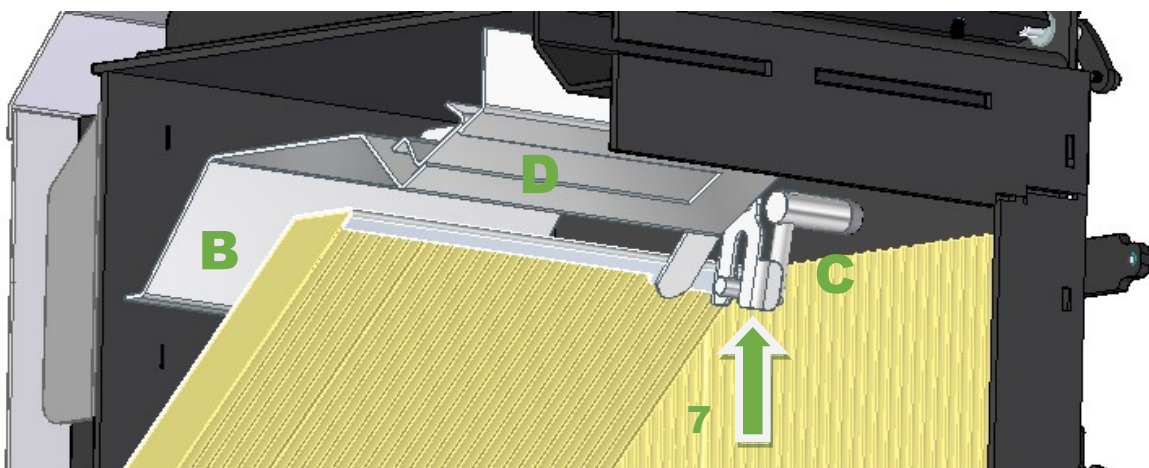

Figura 38 – Instalación del sistema de circuito de humos
3. Para volver a instalar el circuito de humos, repita todos los procedimientos en orden inverso. Observe que el eje del amortiguador (C) está colocado en la ranura del canal de humos (B). Para comprobar que el canal de humos está correctamente instalado, tire de la compuerta y compruebe que la compuerta (D) se mueve, véase la Figura 38.